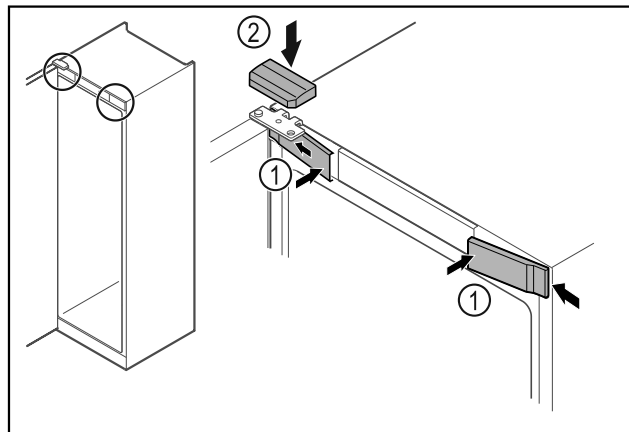

Fig. 63
- ▶ Acroșați apărătorile frontale Fig. 63 (1) lateral și fixați-le în poziție.
- ▶ Fixați în poziție apărătoarea superioară Fig. 63 (2) de sus.